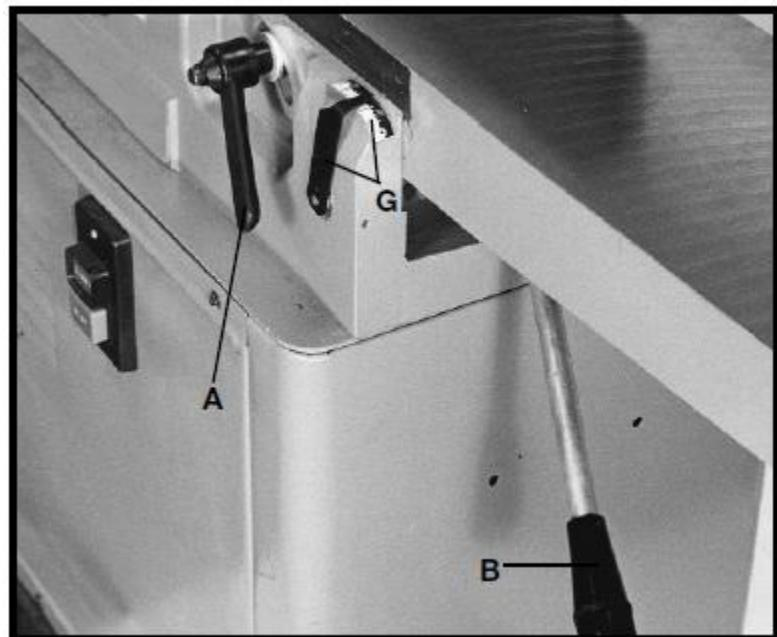

Рис. 16
Для подъёма или опускания подводного стола (рис. 3А) ослабить рукоятку фиксации стола (A), рис. 16, и переместить рычаг подъёма и опускания стола (B) вверх или вниз до установки стола в требуемое положение, затем затянуть рукоятку фиксации стола (A).
**ПРИМЕЧАНИЕ:** рукоятку фиксации стола (A) можно переставлять вытягиванием рукоятки и переставляя её на зубчатой гайке, расположеннойной под рукояткой.
Глубину резания в зависимости от положения подводного стола (положения стола относительно окружности резания) можно считывать по указателю и шкале (G), рис. 16.